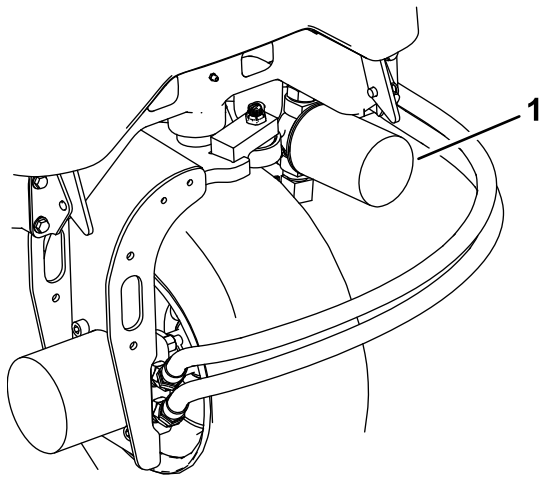
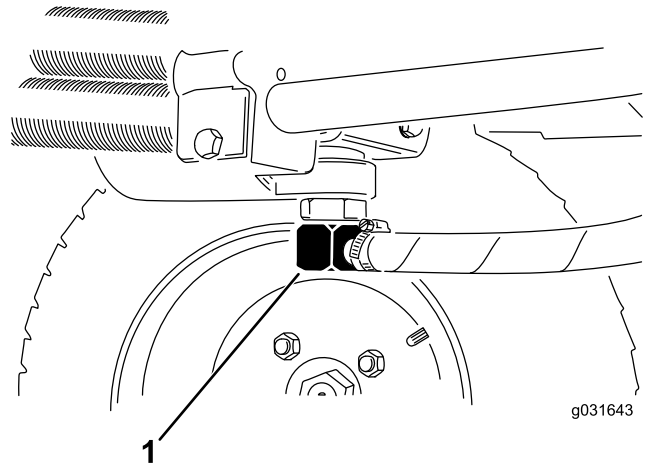

Figura 64
Figura 65
3. Pulite attorno all'area di montaggio del filtro, collocate una bacinella di spurgo sotto il filtro e togliete il filtro (Figura 64).
2. Scollegate il tubo idraulico o togliete il filtro idraulico e lasciate defluire il fluido idraulico in una bacinella (Figura 64 e Figura 65).
3. Quando il fluido idraulico cessa di defluire, montate il tubo idraulico (Figura 65).